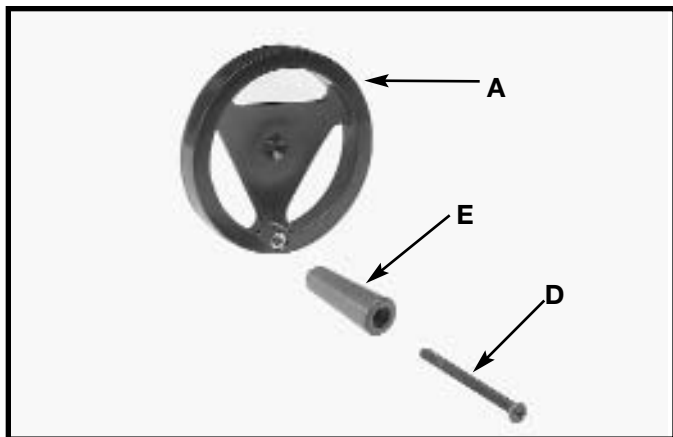

Fig. 5
1. Insérer une vis à tête cylindrique à dépouille de M6x de 1 x 55 mm (D, fig. 5) à travers la poignée (E). Fixer la poignée (E) au volant (A) en enfilant la vis (D) en sens horaire sur le volant.